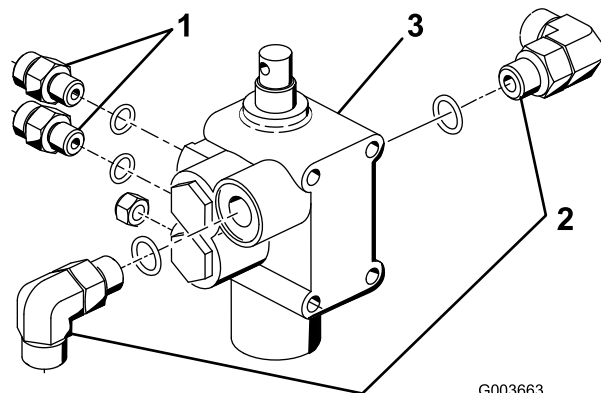

Figura 7
1. Enrosque ambas as uniões de 90° e as 2 uniões hidráulicas retas na nova válvula de elevação, conforme mostrado na Figura 7.